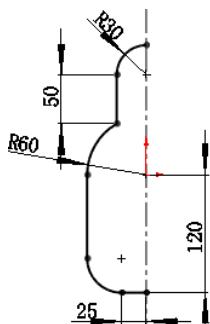

图 4.15.6 添加尺寸约束
Step4. 选择下拉菜单 **工具(T)** → **尺寸(S)** → 命令，添加图 4.15.6 所示的尺寸约束。